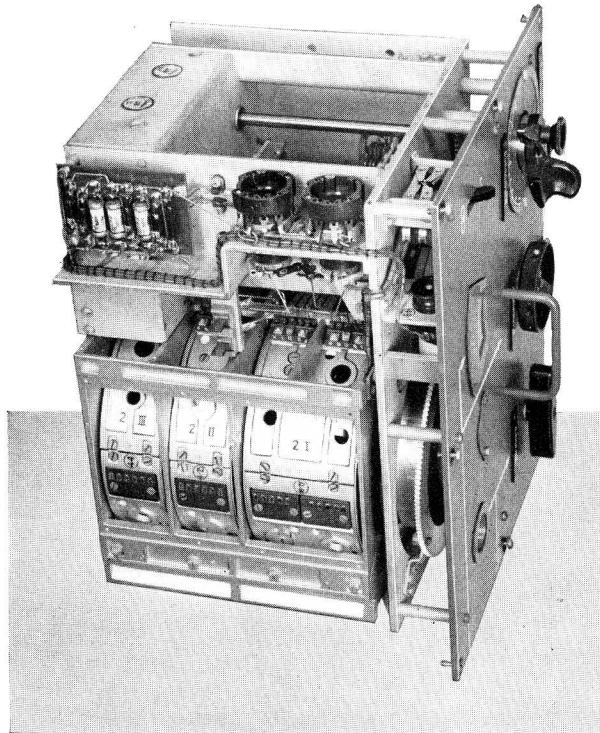

Abb. 8: Peilvorsatz (Innenaufbau)
28. Der Peilvorsatz (vgl. Abb. 8) umfaßt die zur Navigations-Eingangsschaltung erforderlichen Schaltelemente, die zur Umschaltung der Peilung und für den Rundempfang notwendigen Relais und die Verstärkerrohren. Die Spulen und Ausgleichselemente sind in Trommeln untergebracht und gewährleisten eine mechanisch und elektrisch einwandfreie Bereichschaltung.